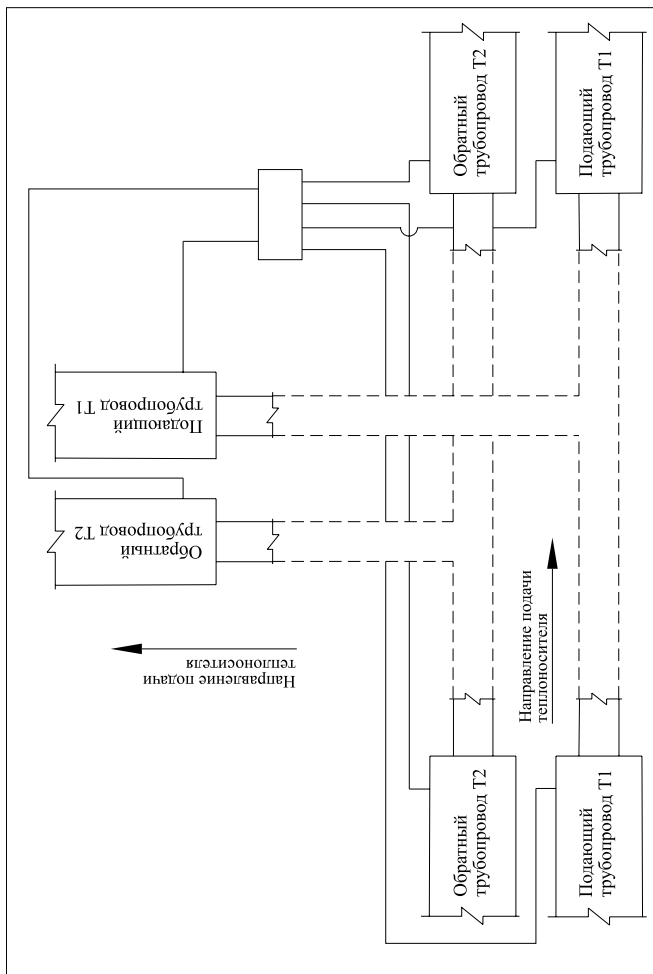
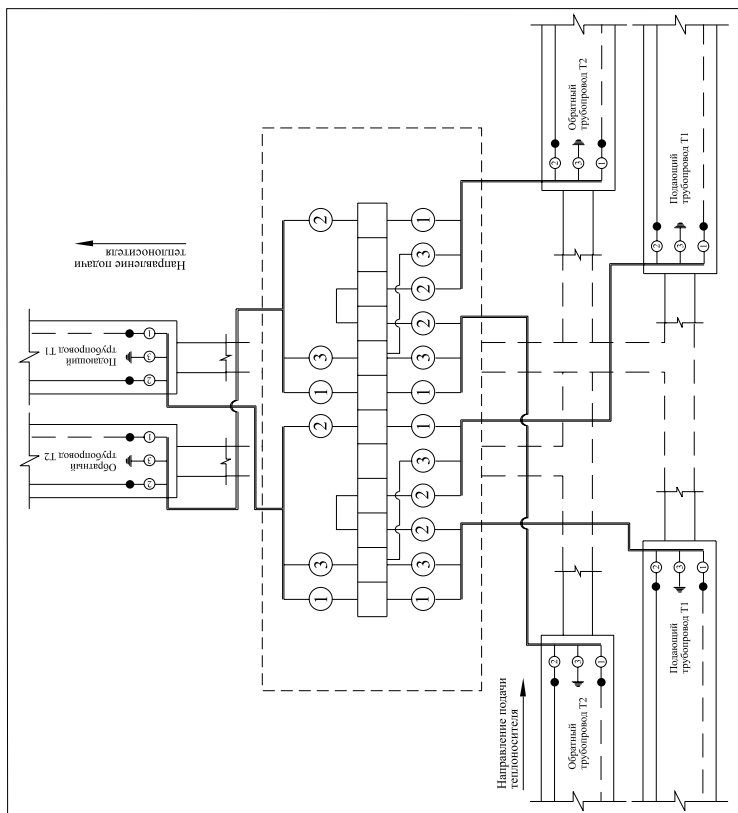

Рис. 2 «Объединение трех независимых двухтрубных систем ОДК»
Рис. 3 «Объединение трех независимых двухтрубных систем ОДК»
2.1. Объединение трех независимых двухтрубных систем ОДК - Рис. 2, 3
на принципиальной схеме (Рис. 2)	на электрической схеме (Рис. 3)
Подключение терминала к системе оперативного дистанционного контроля производить в соответствии с принципиальной (Рис. 2) и электрической схемой (Рис. 3).
5. При помощи отвертки зафиксировать провода **3** и внутреннюю перемычку **1** в клеммной планке **2**. Порядок соединения проводов указан на электрической схеме – **Рис. 3**.
4. Установить провода **3** в клеммную планку **2** на прежнее место (в соответствии с электрической схемой – **Рис. 3**).